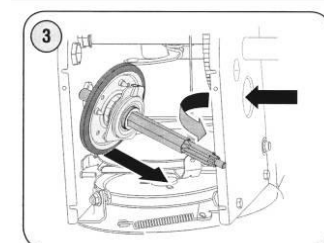

Рис. 21
3. Осторожно переместите вал вниз и влево, прежде чем аккуратно снять с него колесо сцепления (см. рис.21).